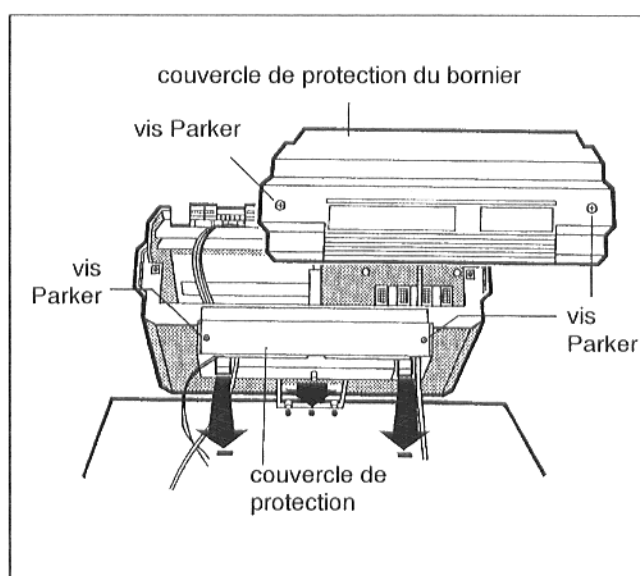

Fig. 13 – Schéma de principe
- Enlever les deux vis Parker du couvercle de protection du bornier et retirer le couvercle (Fig. 13).
- Placer l'appareil de régulation de sorte que les ergots d'emboîtement avant s'emboîtent dans les fentes oblongues puis le tirer vers l'avant et le faire basculer vers l'arrière jusqu'à ce que les 2 ergots élastiques s'enclenchent à droite et à gauche (flèches – Fig. 13).